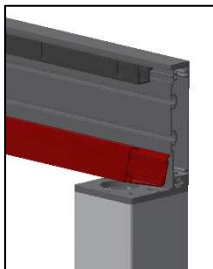
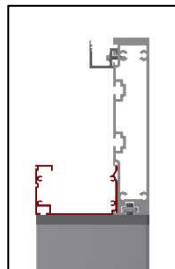

Abbildung 39
Abbildung 40
2.5.4. Regenrinne (26) an Längsprofil (11+12)
- » Regenrinne (26) am Längsprofil (11+12) einhängen (Abbildung 39 und Abbildung 40)